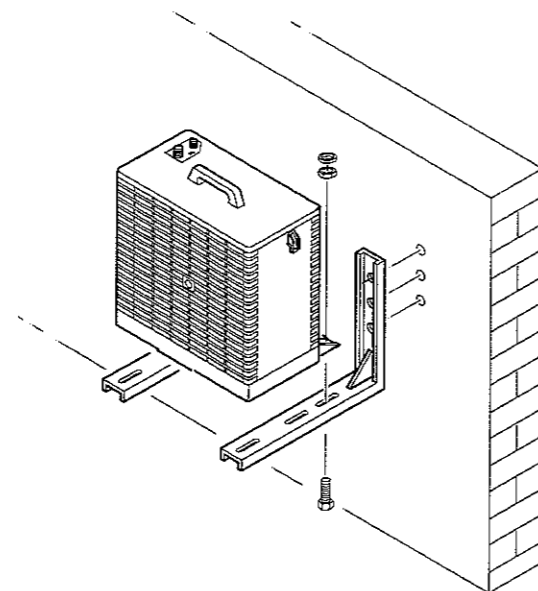

fig. 4
b. nel caso di **installazione pensile a muro** è possibile utilizzare le mensole fornite come accessorio (fig. 4).